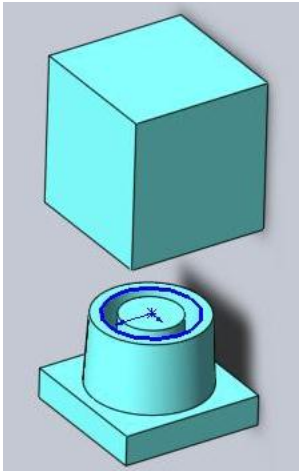

Рисунок 12.61 - Тіла поверхні роз'єму
- **Тела поверхности разъема(1)** (рис. 12.61).